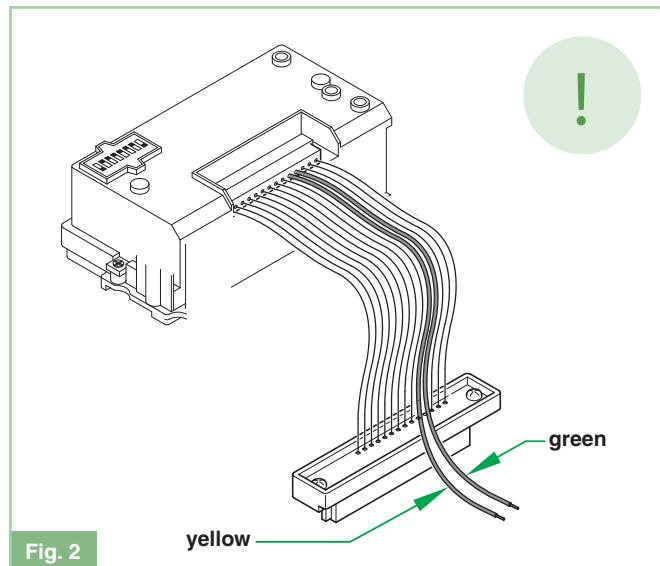

Fig. 2
2. Set the Dip switch (figure 2) located on the back of the audio or audio-video module with the same code assigned to the interphone or monitor, according to the matching described in the programming table (see technical manual or sheets for the external unit and mixer).
2. Programmer le dip-switch (figure 2) placé sur le dos du module audio ou audio-vidéo avec le même code attribué au combiné parlophonique ou au moniteur selon la correspondance décrite dans le tableau de programmation (voir manuels ou feuille technique se référant à la plaque de rue et au mélangeur).
2. Zet de dipswitch (afbeelding 2) aan de achterzijde van de audio- of audio-videomodule op dezelfde code als op de huistelefoon of monitor ingesteld is aan de hand van de programmeertabel (zie de handleiding of het technische blad van het entreepaneel en van de mixer).
2. Den Dip Switch (Abb. 2) an der Rückseite des A- oder AV-Moduls auf denselben Code einstellen wie den der Innensprechstelle oder des Monitors entsprechend der Beschreibung in der Programmertabelle (siehe Handbuch oder technisches Datenblatt betreffs der Außenstelle und des Mixers).